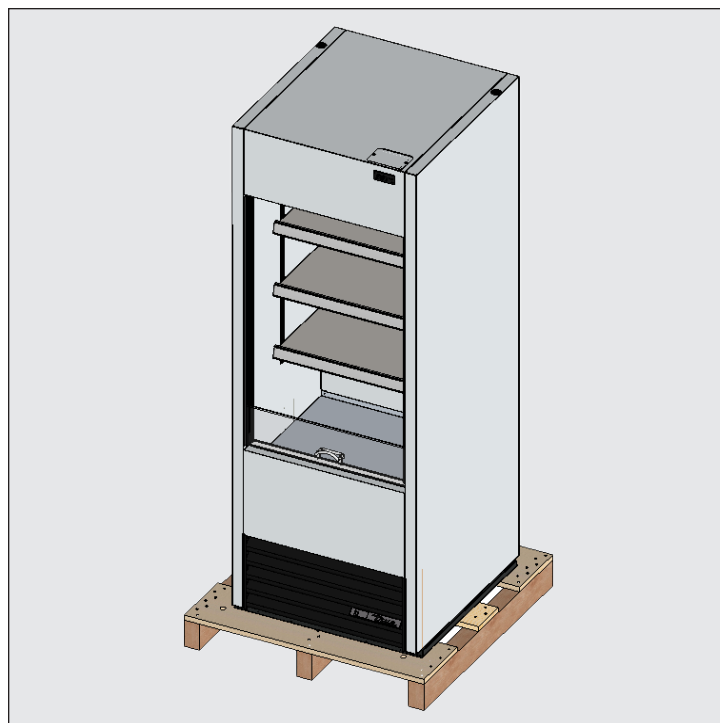

Fig. 1 Togliere l'imballo esistente.
1. Rimuovere l'imballaggio esterno, (cartone e bolle o angoli in Styrofoam e plastica trasparente). Si veda la fig. 1 Ispezionare il prodotto per verificare che non vi siano danni nascosti.